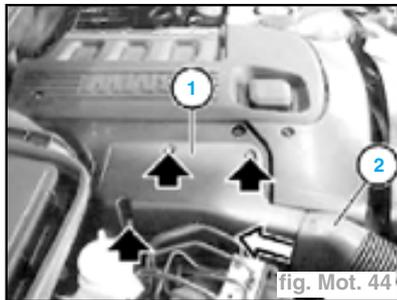

fig. Mot. 44
- le reniflard (1) du tube ondulé (2) (fig. Mot. 44),
- le capot insonorisant du moteur (AV),